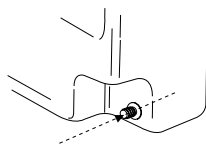

Fig. 2
- 2) Agujerear el depósito en el interior del pico usando un torno con punta fina. Fig. 2